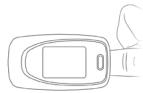

Figura 5. Colocar el dedo en posición
- El dedo debe colocarse correctamente (véase la figura 5 adjunta), ya que una instalación incorrecta o una posición de contacto inadecuada para el sensor influirá en la medición.
5.2 Abra la abrazadera como se muestra en la Figura 5.